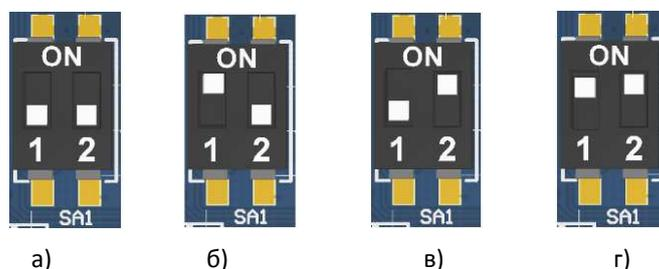

Рисунок 26. Переключатель SA1:
4. Установить тумблер 1 переключателя **SA1** блока управления в положение **BOOT (ON)** (смотрите рисунок 26 пункт б).
10. Выключить изделие. Переставить тумблер 1 переключателя **SA1** блока управления в исходное положение **NORM** (смотрите рисунок 26 пункт а).
- **Только для блока управления AL.P240.40.000 rev. 5.6:** переставить тумблер **2** переключателя **SA1** в положение **ON** (смотрите рисунок 26 пункт в), включить ККТ. При этом будет воспроизведен характерный звуковой сигнал (короткая мелодия).